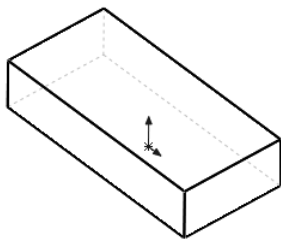

图 1-50 隐藏线可见模型
- 04 单击“隐藏线可见”按钮, 其显示效果如图 1-50 所示。